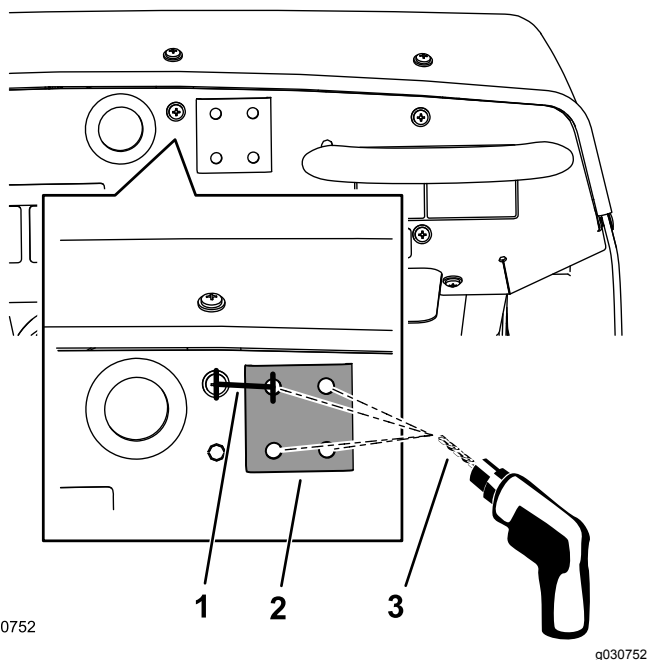

Figura 157
1. En el salpicadero de la máquina, localice el tornillo del salpicadero, a la derecha del orificio con pasacables del salpicadero (Figura 157).
2. Mida 33,3 mm a la derecha del centro del tornillo y trace una línea vertical en esa posición con un lápiz (Figura 157).
5. Perfore el salpicadero en la marca del punzón con una broca de 8 mm (Figura 157).
la placa como plantilla, perfore los 3 orificios restantes en el salpicadero (Figura 157).